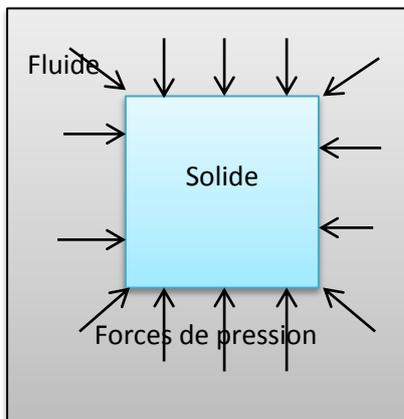

Figure 1
- Un objet solide de volume V complètement immergé dans un fluide (figure 1)
On a vu précédemment avec la loi de la statique des fluides que l'expression de la Pression ne dépend que du champ de pesanteur \vec{g} . Dans les deux cas des figures 1 et 2, la présence ou non de l'objet ne change pas le champ de pesanteur, Le champ de pression est lui aussi inchangé.
Ainsi, la résultante des forces de pression ou poussée d'Archimède $\vec{\Pi}$ est la meme dans les cas des deux figures 1 et 2.
Par contre l'objet de la figure 1 n'est pas forcément en équilibre.